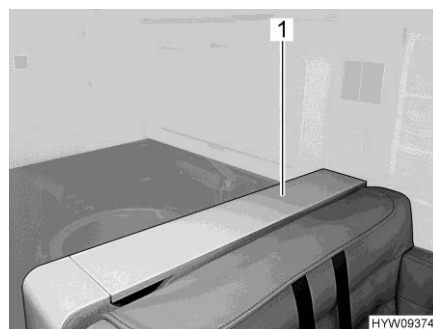

Fig. 88 Schermo piatto (coperchio chiuso)
- Aprire il coperchio (Fig. 88,1).